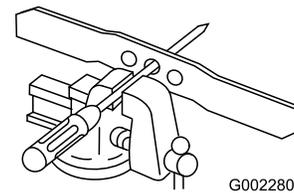

Figura 23
1. Verificate il bilanciamento della lama collocando il foro centrale della lama su un chiodo o sul codolo di un cacciavite serrato orizzontalmente in una morsa (Figura 23).